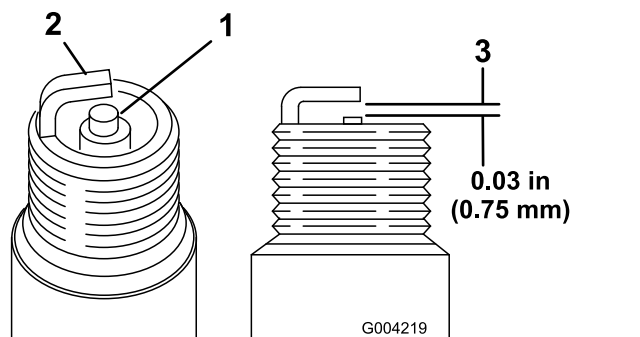

Figure 48
- Examinez le centre des bougies (Figure 48). Si l'isolateur est recouvert d'un léger dépôt gris ou brun, le moteur fonctionne correctement. S'il est couvert d'un dépôt noir, c'est généralement signe que le filtre à air est encrassé.
- Contrôlez l'écartement entre l'électrode centrale et l'électrode latérale (Figure 48).
- Courbez l'électrode latérale (Figure 48) si l'écartement est incorrect.